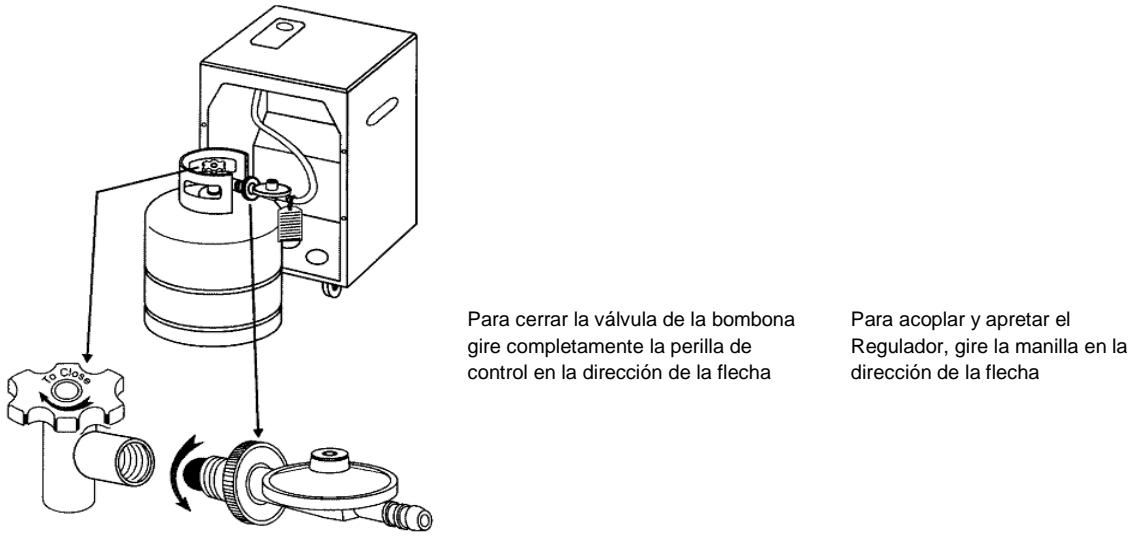

Ilustración.1
- Atornille el regulador a la salida de la válvula de la bombona de gas en dirección contraria a las agujas del reloj. Atornille solamente con la mano, no utilice un destornillador. Atornille hasta que la tuerca haya encajado por completo (Ilustración 1).